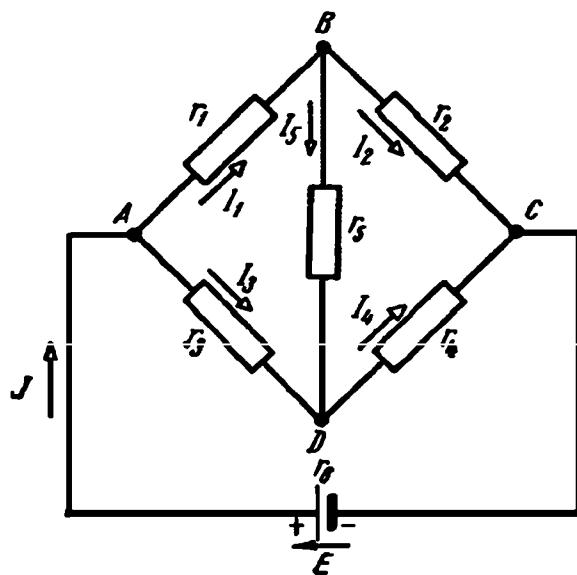

Рис. 1.33. Схема к расчетному заданию 2
*Задание 2:* определить ток  $I_5$  в диагонали схемы моста (рис. 1.33), сопротивление которой  $r_5 = 100 \text{ Ом}$ , если сопротивления плеч моста  $r_1 = 40 \text{ Ом}$ ,  $r_2 = 20 \text{ Ом}$ ,  $r_3 = 60 \text{ Ом}$ ,  $r_4 = 30 \text{ Ом}$ , а ЭДС источника  $E = 12 \text{ В}$  и внутреннее сопротивление его  $r_b = 4 \text{ Ом}$ .